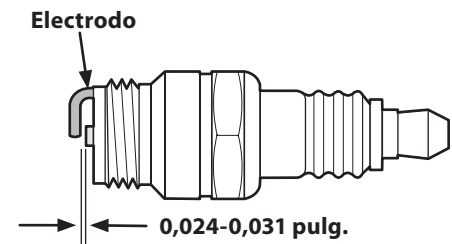

Figura 6-10
- Mida la separación de bujía con un calibrador. Corrija de ser necesario torciendo el electrodo lateral. Vea la Figura 6-10. La separación debe establecerse en 0,024-0,031 pulg.